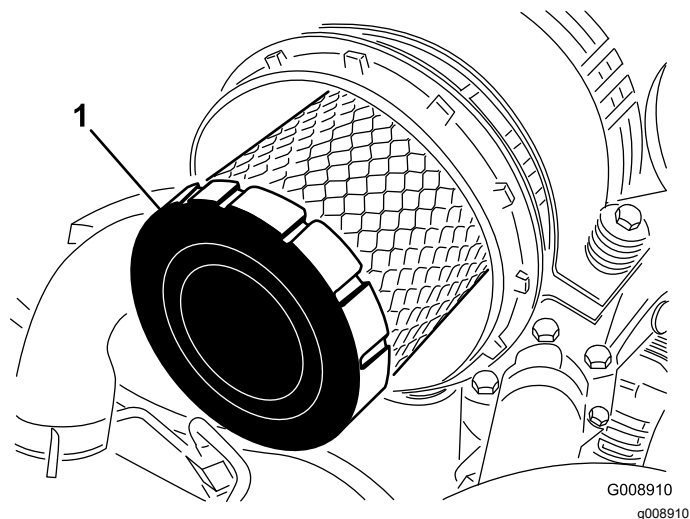

Figura 58
4. Retire y cambie el filtro primario (Figura 58).